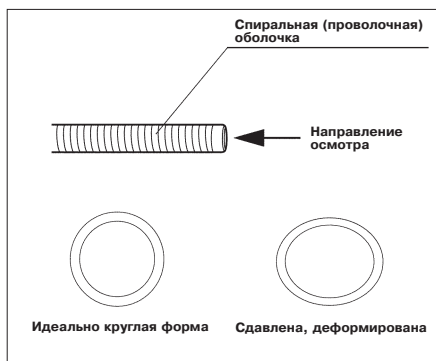

Рис. 3.1
1. Внимательно осмотрите дистальный конец спиральной (проволочной) оболочки в направлении, показанном на рис. 3.1 и убедитесь, что в поперечном сечении он имеет идеально круглую форму (без деформации, или сдавливания). Убедитесь в отсутствии на дистальном конце спиральной (проволочной) оболочки острых выступающих заусенцев или краёв.